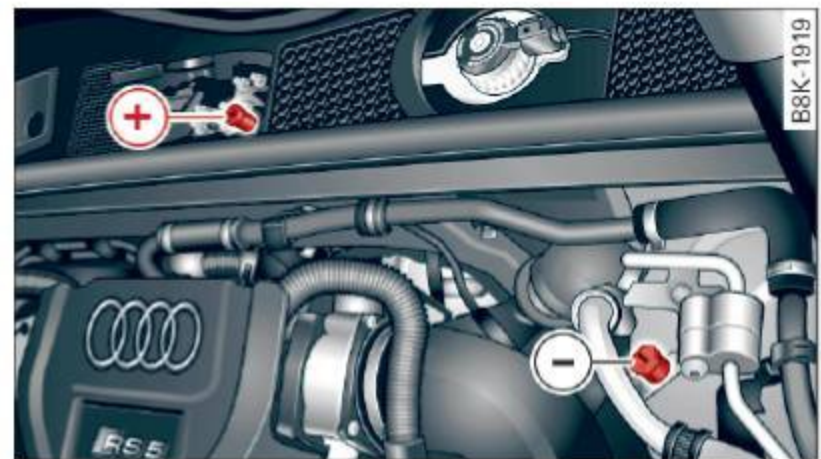

Fig. 182 Compartiment-moteur : connecteurs pour un chargeur ou des câbles volants
- ▶ Ouvrez le couvercle de la borne positive ⇒ fig. 182.